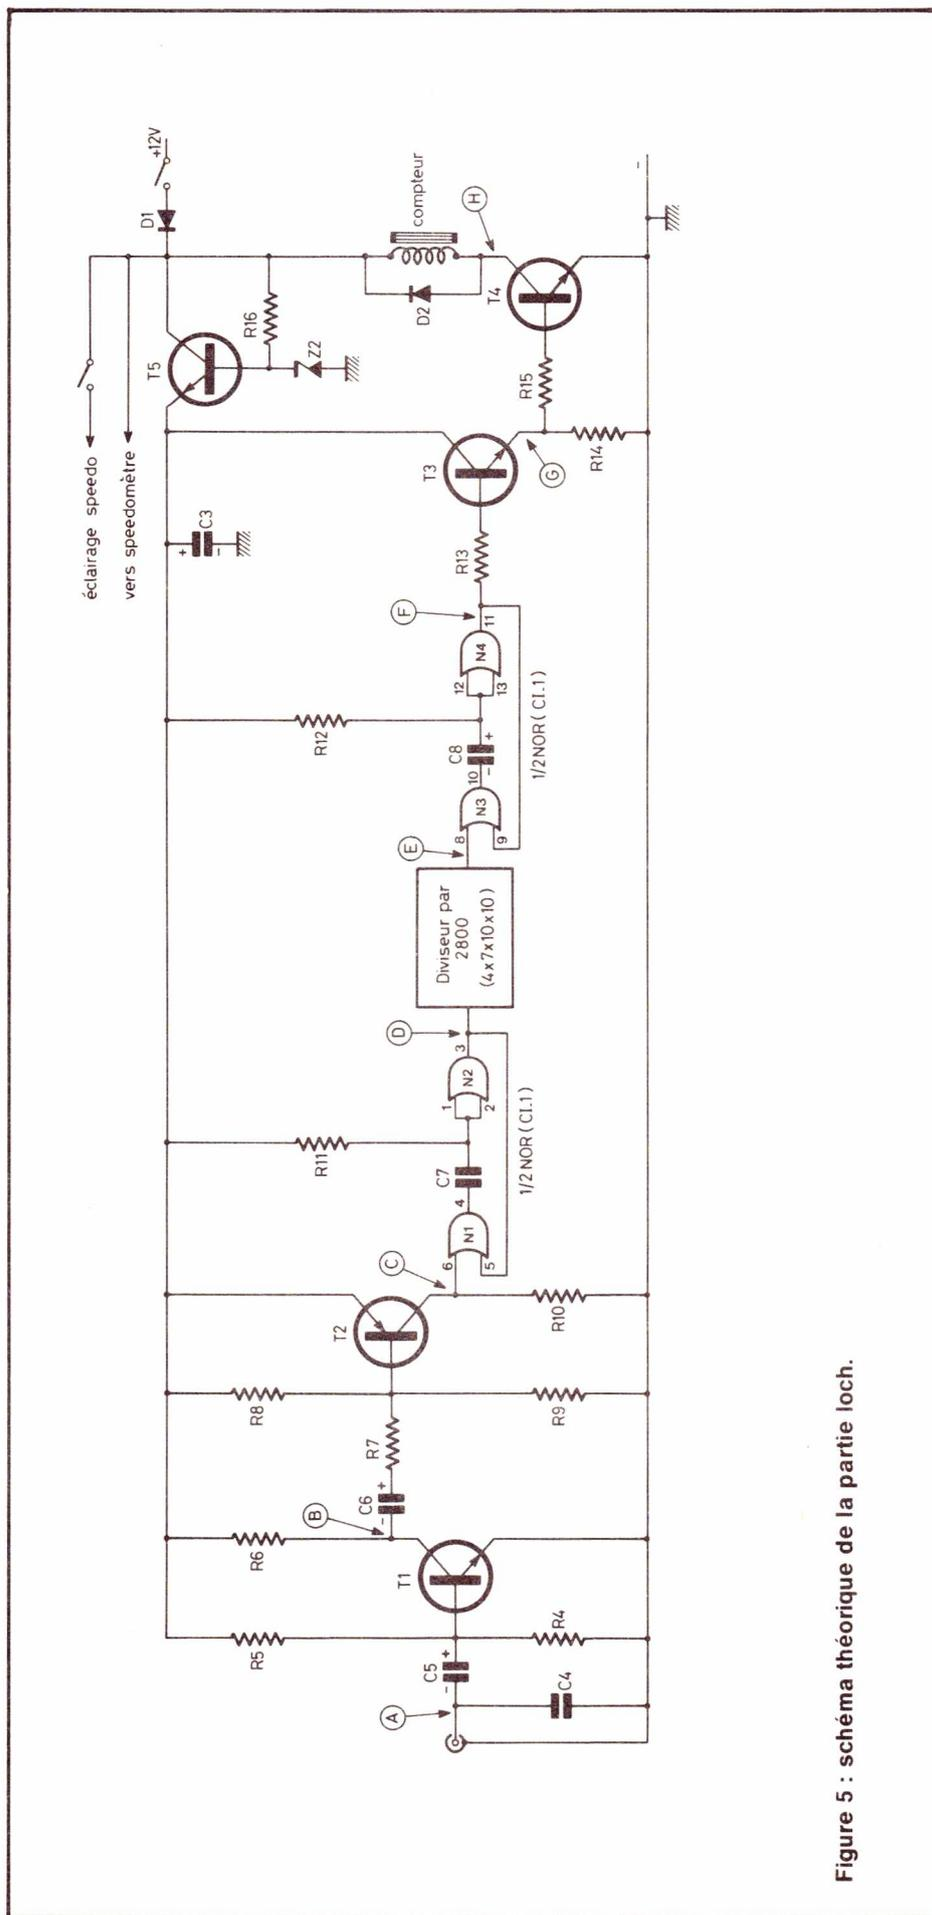
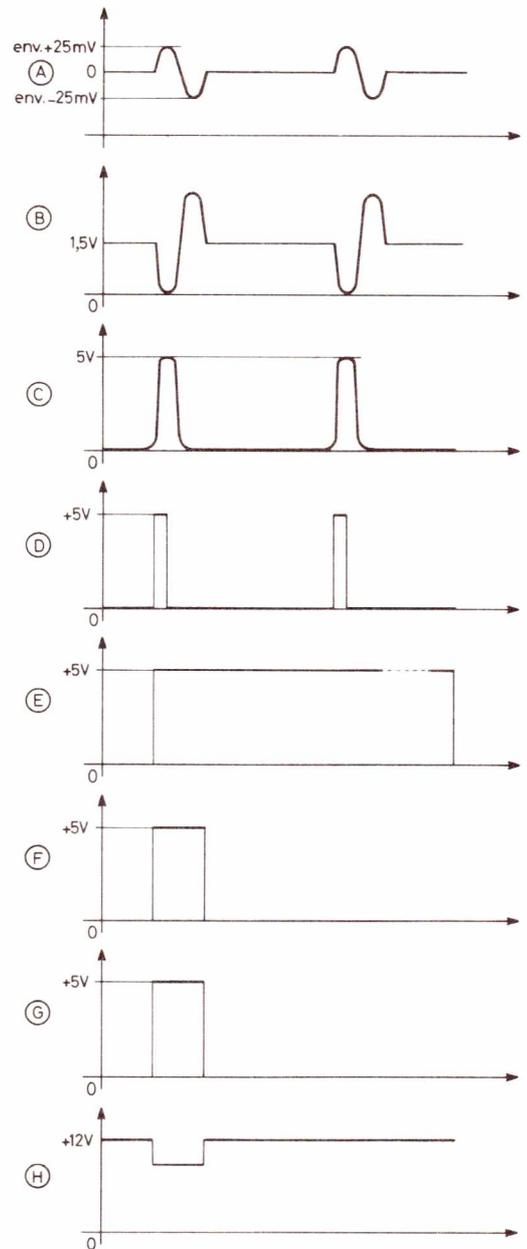

Figure 5 : schéma théorique de la partie loch.
Figure 9 : oscillogrammes.
Le schéma est donné à la **figure 5**
A) L'AMPLI D'ENTREE : Les signaux issus du capteur sont de faible amplitude (environ 50 mv) surtout si la vitesse est lente. Il faudra donc les amplifier assez fortement pour pouvoir les compter. C'est le rôle des transistors T1 et T2. T1 amplifiera pratiquement sans distorsion le signal présent sur sa base après rejection des signaux parasites de fréquences élevées par la capacité C4. Un deuxième étage amplificateur faisant appel à un PNP, amplifiera à nouveau au maximum ce signal ce qui aura pour effet d'exciter ce signal lui donnant l'allure de créneaux positifs (**figure 9**). Malgré tout, ces créneaux présentent des imperfections pour attaquer des diviseurs : leur largeur est variable et leur front n'est pas assez raide.
La **figure 9** donne la forme des différents oscillogrammes que l'on peut observer aux points de repère de la **figure 5**.